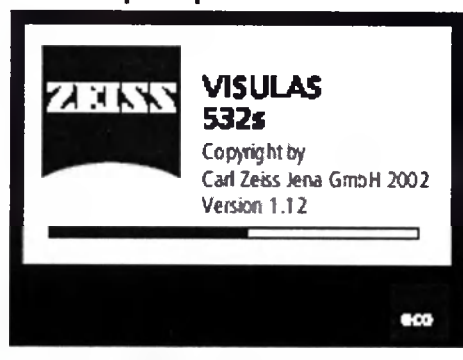

Рис.23 Режим включения
- ☐ После включения ключевым переключателем (4, рис.11), расположенным на консоли, на пульте управления появляется изображение типа программы (рис.23).